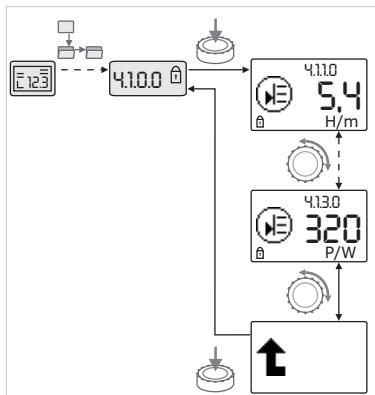

Fig. 46: Richiamo di informazioni
- Ruotando il pulsante di comando selezionare gli elementi di menu del tipo "Informazioni" dell'attuale sottomenu (vedi Fig. 46). Per la spiegazione delle impostazioni rappresentate da simboli vedi la tabella nel capitolo 8.7 "Riferimento elementi di menu" a pagina 107.